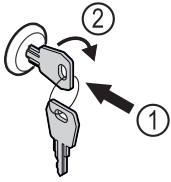

Fig. 122
- ▶ Schlüssel hineindrücken. Fig. 122 (1)
- ▶ Schlüssel um 90° im Uhrzeigersinn drehen. Fig. 122 (2)